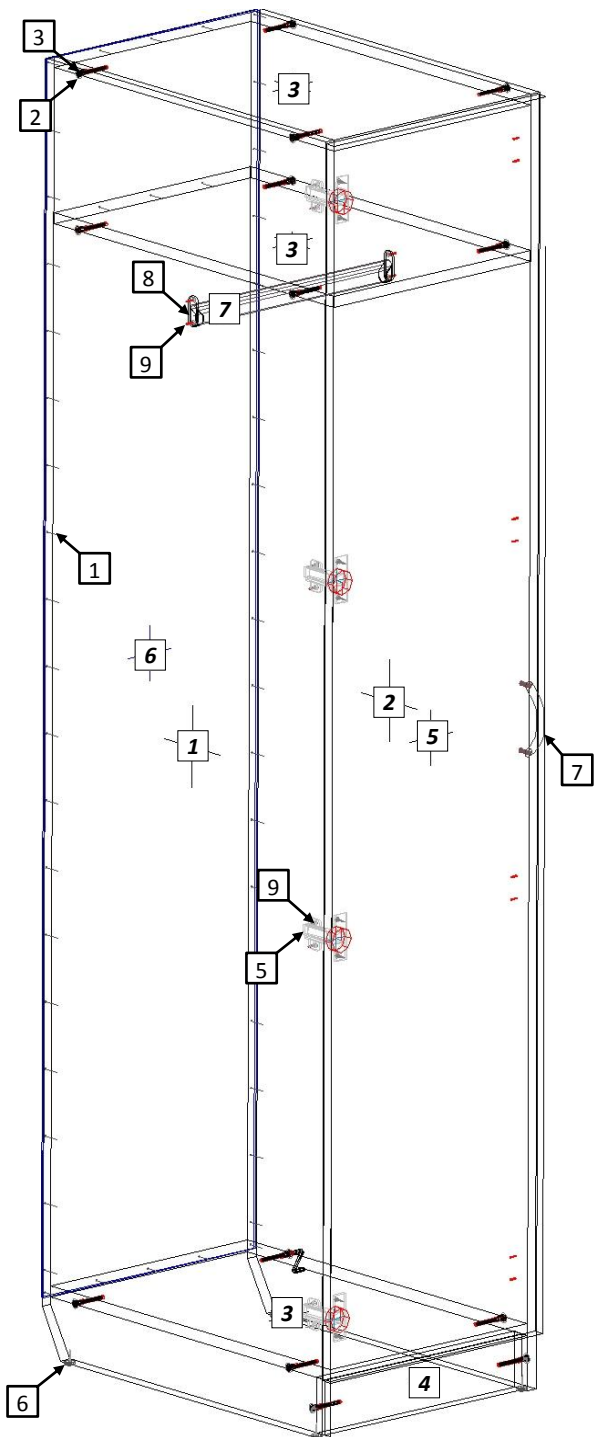

Рис. 1
4.2 На вертикальных боковых стенках [1,2] установите подпятники (6). Евровинтами (2), как показано на рис.1, соедините вертик. стенки [1,2] с горизонтальными стенками [3] и цоколем [4]. Гвоздями (1) закрепите заднюю стенку ДВПО [6].